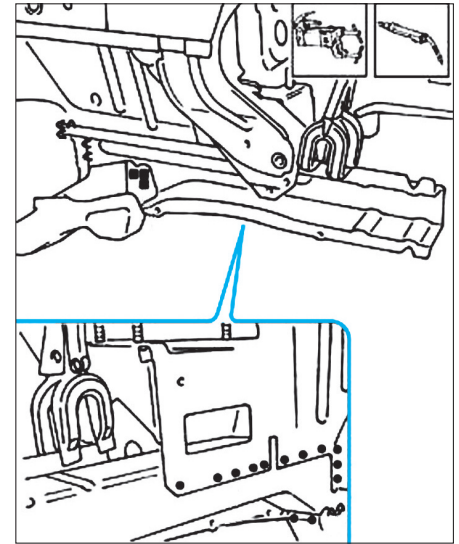

FIG. 10
- Ajuster le longeron (Fig.10), puis souder comme illustré.